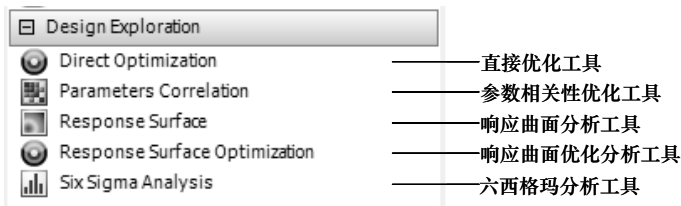

图 1-21 Design Exploration（设计优化）
(4) Design Exploration (设计优化) Design Exploration (设计优化) 用于参数的管理和优化, 在设计优化中允许用如图 1-21 所示 5 种工具对零件目标值进行优化设计及分析。